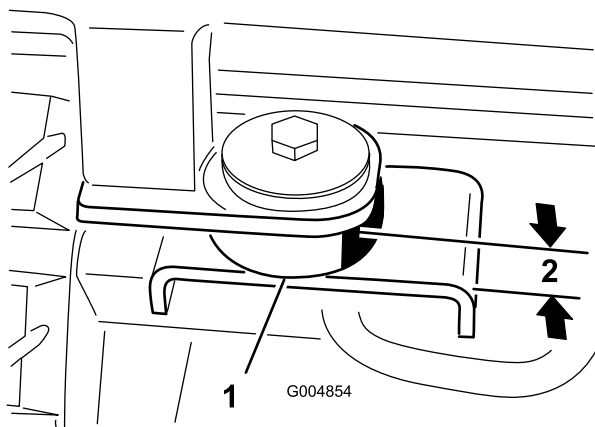

Figura 114
37. En los puntos de montaje traseros, sujete la cabina a la máquina con un perno ($\frac{1}{2}$ " x 3"), una arandela de acero ($\frac{1}{2}$ " x $2\frac{1}{2}$ "), una arandela de goma ($\frac{1}{2}$ " x $2\frac{1}{2}$ ") y una tuerca ($\frac{1}{2}$ ") (Figura 114).